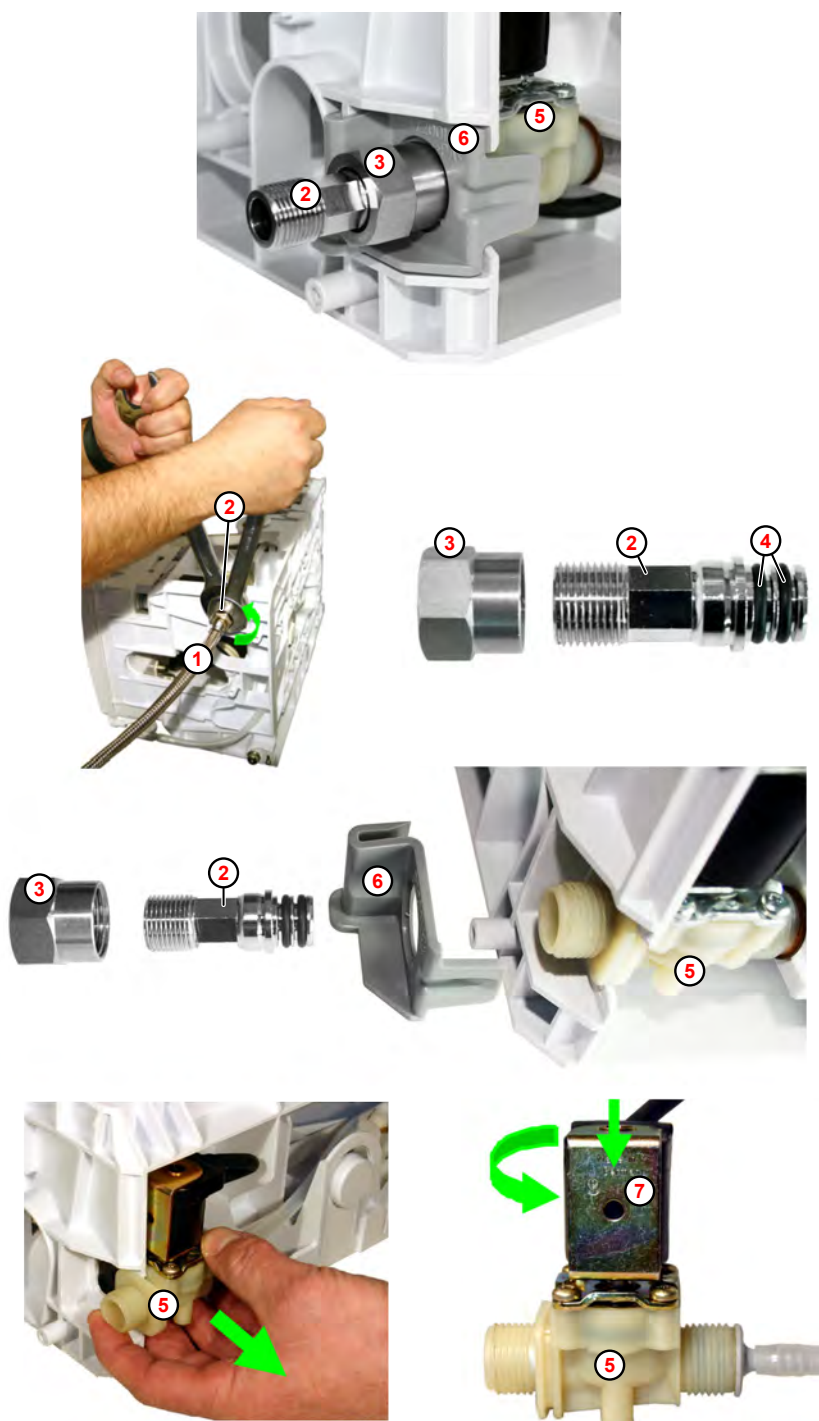

Fig. 20: Smontaggio elettrovalvola
1. ➤ Svitare il tubo di alimentazione (Fig. 20 , ①).
2. ➤ Avvitare il dado per raccordi ③ ed estrarre l'adattatore di collegamento ② con attenzione dal corpo valvola ⑤ .
4. ➤ Premere la bobina magnetica (attacco a baionetta) ⑦ contro il corpo valvola e contemporaneamente ruotare in senso antiorario (verso sinistra - ca. 30°), finché la bobina magnetica non si stacca dal fermo.